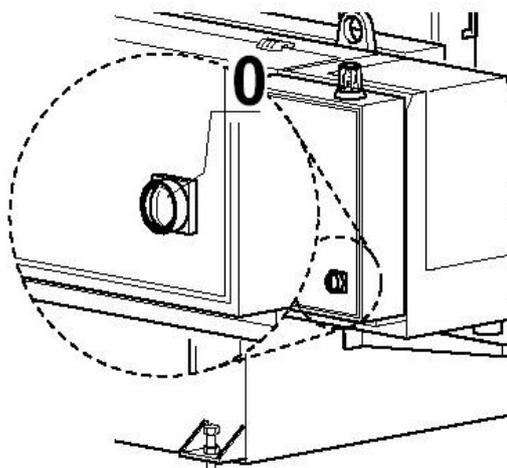

Fig. 01
- l'interrupteur général de la machine est à 0 (Fig. 01).